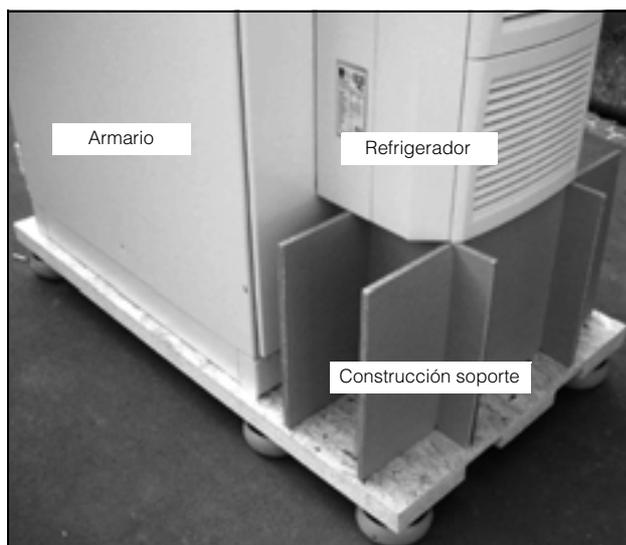

Imagen 1: Transporte de una combinación de armario-refrigerador
- Para el transporte de aparatos ya instalados (en el armario) deben utilizarse seguros de transporte. Para ello puede utilizarse una construcción de por ej. vigas o tableros que sostengan el refrigerador y eviten la caída del aparato en caso de golpes (ver imagen 1). Para minimizar los momentos de vuelco debe utilizarse un palé suficientemente grande. Si el refrigerador se encuentra montado a una puerta, esta deberá permanecer cerrada durante el transporte.